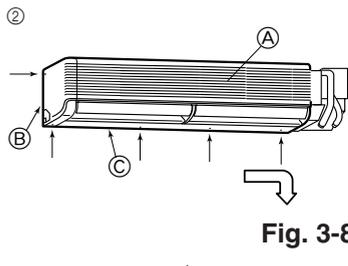

Fig. 3-8
- 2 Verwijder de vijf schroeven die met een pijltje staan aangegeven. (Fig. 3-8)